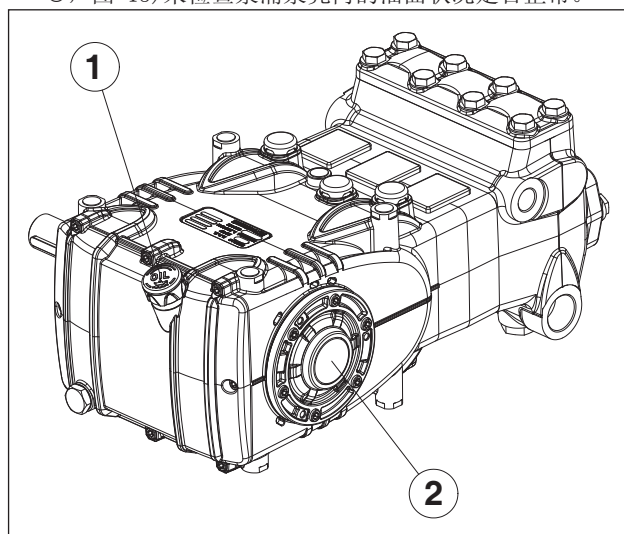

图 13
- 通过专用液面杆(位置①, 图 13), 特别是油面孔(位置②, 图 13)来检查泵浦泵壳内的油面状况是否正常。